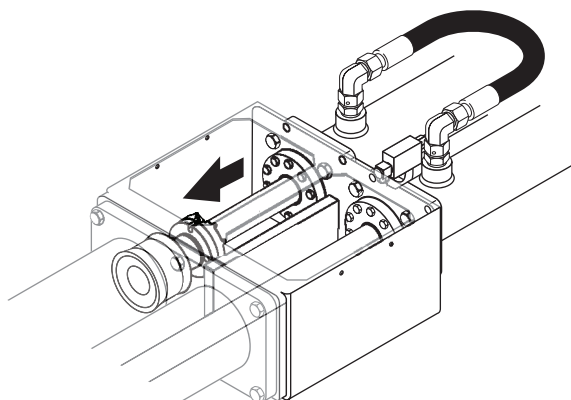

Figura 28
- Reinicie el motor y borre todas las solicitudes de parada de emergencia. Presione el botón de avance o reversa de la bomba de concreto y el botón de cambio de ariete simultáneamente. Extienda lentamente el cilindro hasta que el ariete esté instalado en el cilindro de material, pero la brida de montaje aún esté lo suficientemente expuesta como para retirar la tuerca y el perno (Figura 28). Cuando esté en posición, suelte el botón de avance o reversa de la bomba de concreto y el botón de cambio de ariete para detener los cilindros diferenciales. Apague el motor. Extraiga la tuerca y el perno.